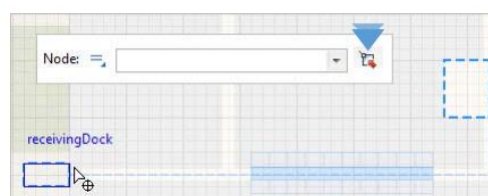

Рисунок 10.14 – Графічний редактор
- можна вибрати графічний елемент, натиснувши кнопку вибору, яка відображається поруч зі списком. Якщо ви натиснете кнопку вибору, ваш вибір буде обмежений доступними та дійсними елементами, які ви можете вибрати, клацнувши на графічному редакторі (рис. 10.14).